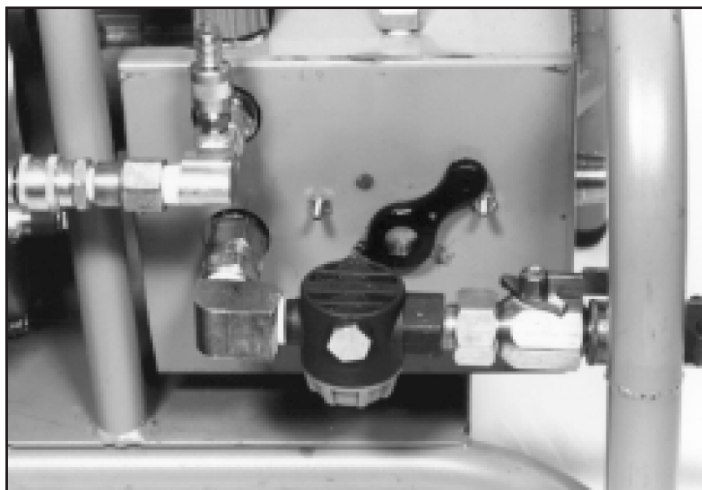

Рис. 6. Включение импульсного механизма
1. Поверните рычаг импульсного механизма по часовой стрелке до упора (рис.6).